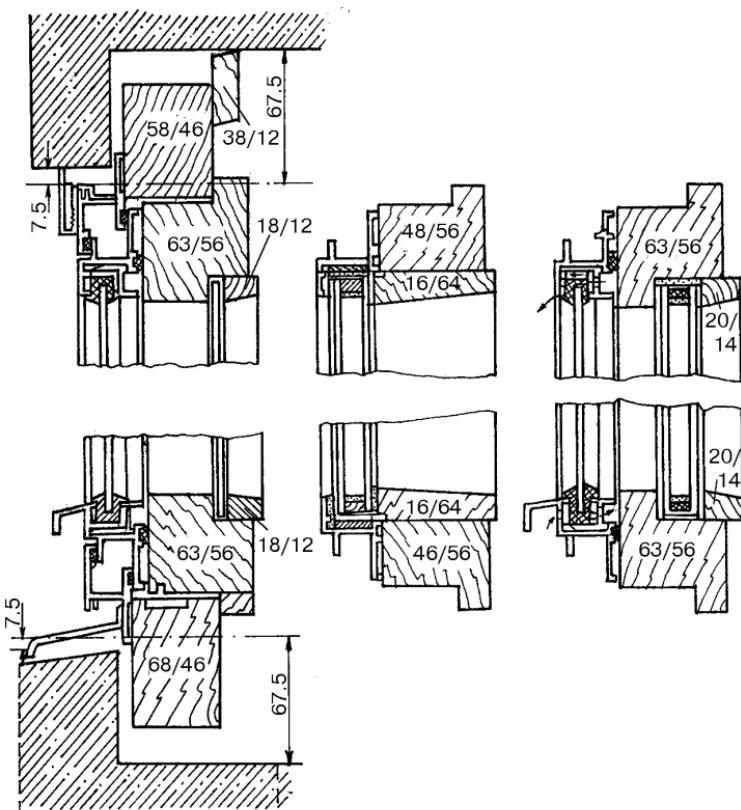

Рис. 154. Дерево-алюминиевое окно
► **Конструкция дерево-алюминиевых окон (рис. 154)**